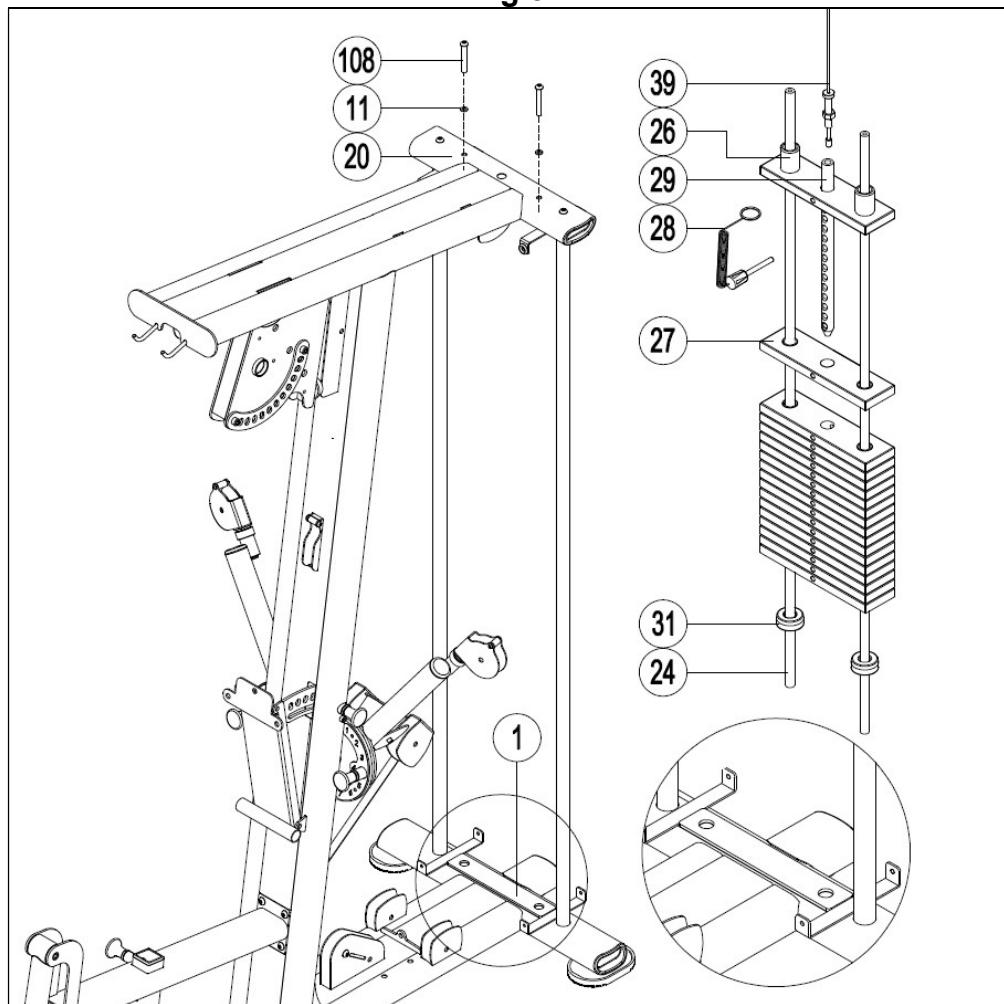

Fig.9
9.- Coloque el asiento (64) en el soporte (60) y atornille con los tornillos (114), Fig.9.
Saque el pomo (69), inserte el soporte (60) en el casquillo (68), ajuste la posición del asiento (64) a la altura deseada y suelte el pomo (69) para fijar la posición, Fig.9.